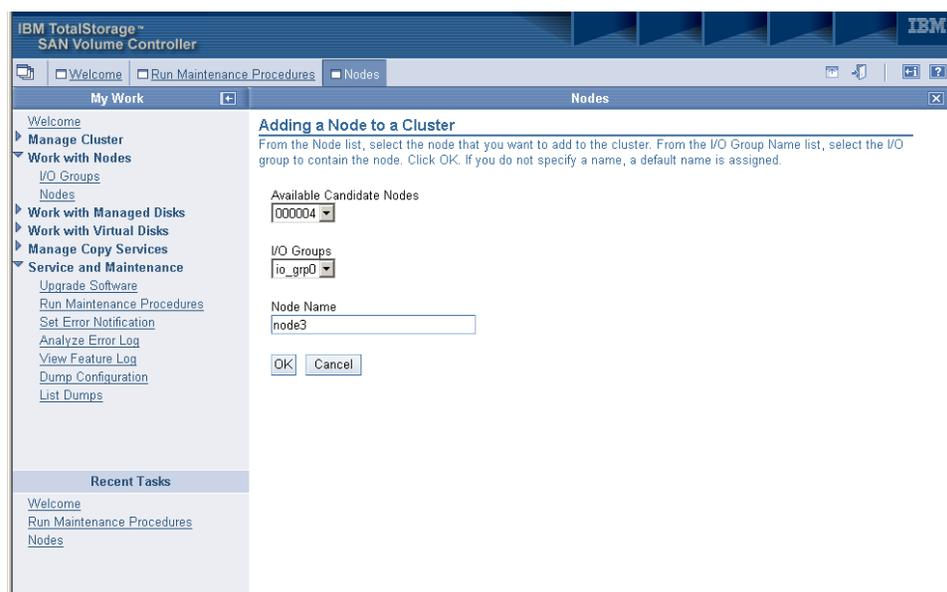

図 25. SAN ボリューム・コントローラー・コンソールの「ノード」パネル
3. ドロップダウン・メニューから「ノードの追加」オプションを選択して、「進む」ボタンを押します。以下のパネルが表示されます。図 25 を参照してください。